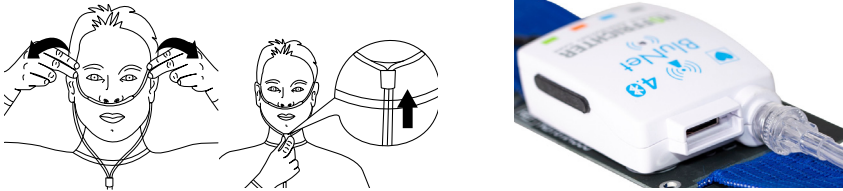

Abbildung 31: So wird die Nasenbrille getragen/angeschlossen
10. Verbinden Sie die Nasenbrille mit dem spezifischen Eingang, dem runden transparenten Indikator, Abbildung 31.